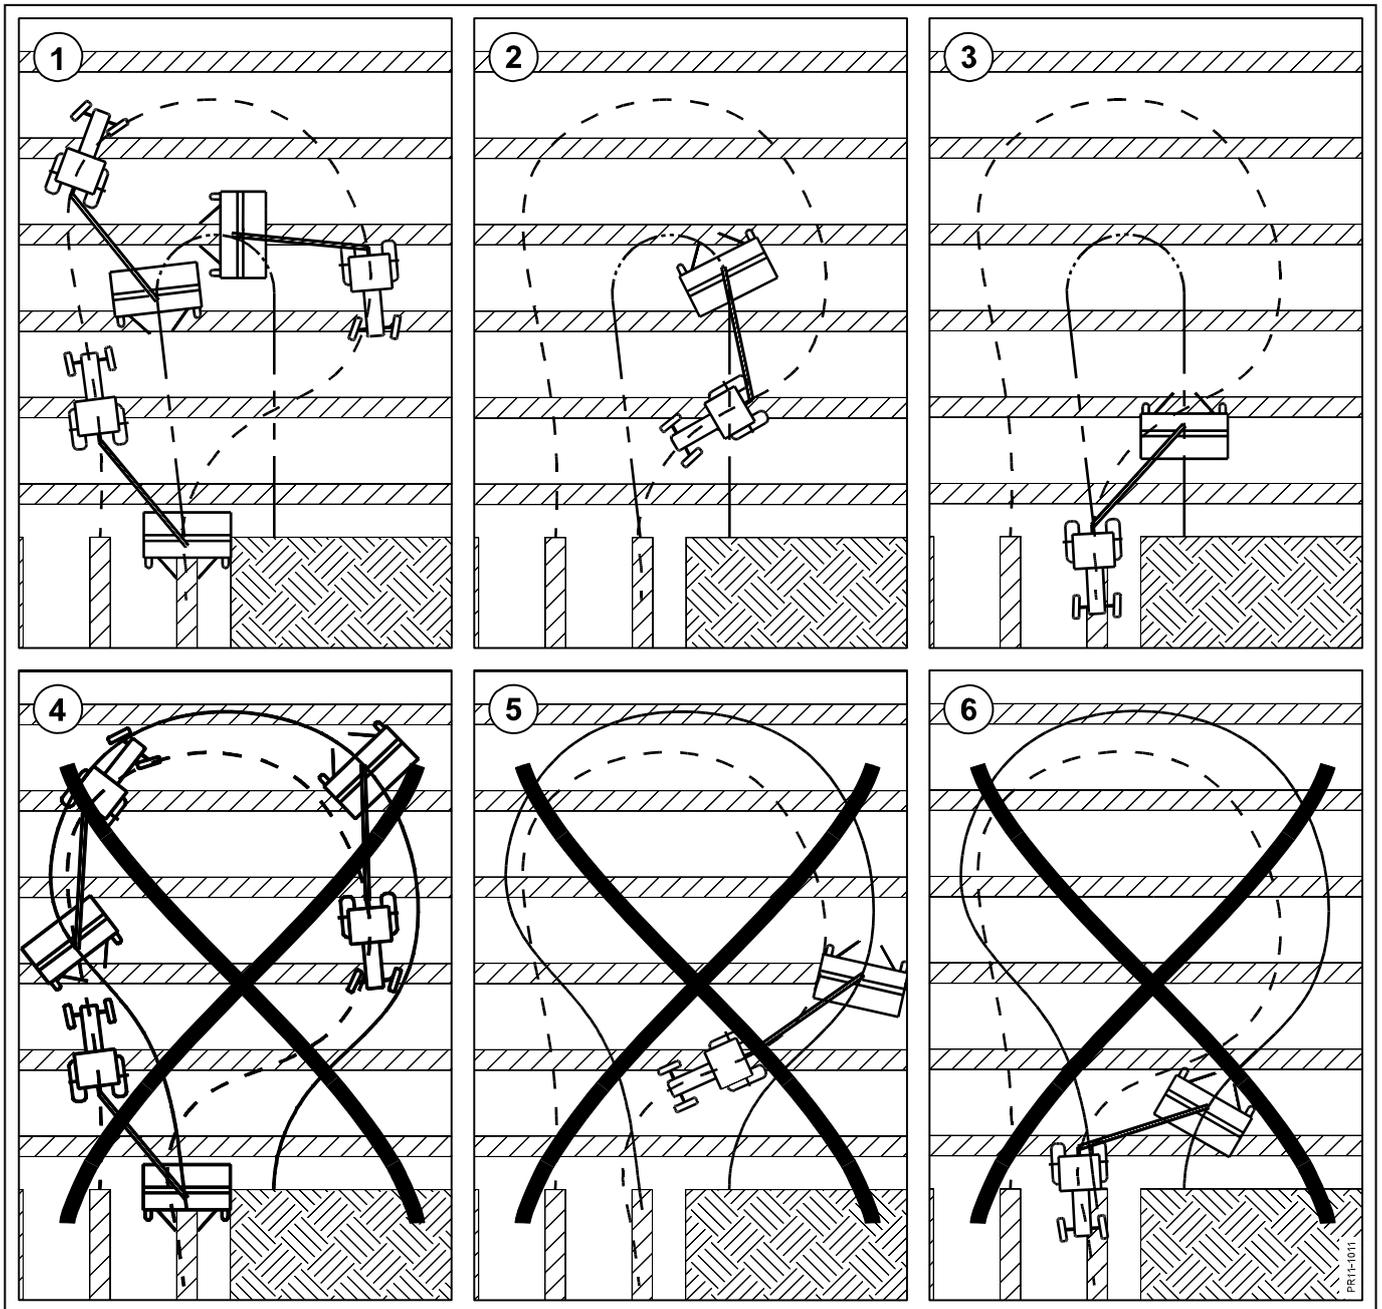

Fig. 3-5
**Fig. 3-5** Quand la machine arrive en bout d'andains, (elle est relevée et pivotée\*) en **position transport** (la machine est placée en position centrale par rapport à la flèche) après il faut continuer la rotation. Juste avant que la machine ne soit placée devant le fourrage, elle est pivotée en position travail et abaissée.
- 6) **Une modification** de la hauteur de coupe nécessite un nouveau réglage de la suspension (Fig. 3-5).